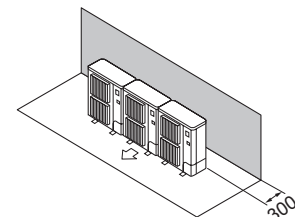

Fig. 2-9
- ① Перешкоди ззаду (Fig. 2-9)